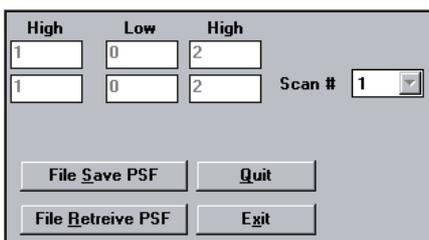

Abbildung 5-23. Scan-Nr. (PSF-Konfigurations-Screen)
**Scan #** Bietet neben Hystereseeinstellungen eine andere Möglichkeit, um das Ausgangsverhalten zu glätten. Ausgänge werden nur nach der ausgewählten Anzahl identischer (innerhalb der Hystereseegrenzen) Scans aktualisiert. Über das Menü können 1 bis 9 Scans ausgewählt werden. Bei Schaltausgängen muss der Scan-Analysewert für die gesamte ausgewählte Anzahl aufeinander folgender Scans entweder innerhalb oder außerhalb der Hystereseegrenzen bleiben, damit der Ausgang reagieren kann. Siehe Abbildung 5-23.
**Trigger:** Kann verwendet werden, um ein zweites Controllermodul anzusteuern, vorausgesetzt die kontinuierliche Scan-Methode wird ebenfalls verwendet. Wenn sich das Controllermodul in geradem Scan-Modus befindet, definiert die **Triggerkanalnummer** die Strahlennummer während eines Scans, bei der das Triggerausgangssignal erfolgt (Abbildung 5-23). Beim Triggerausgangssignal handelt es sich um einen 100-µs-Impuls (0.0001 s). Wenn das Controllermodul auf einfachen oder doppelten Konturenscan eingestellt ist, erfolgt der **Triggerimpuls** am Ende des Scans (die **Triggerkanalnummer** wird ignoriert).